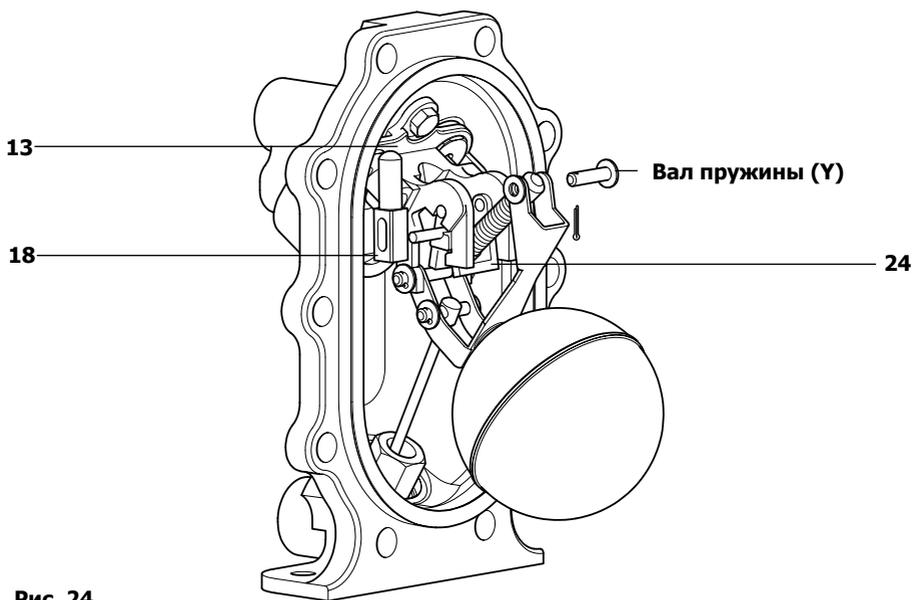

Рис. 24
15. Для снятия клапана выхлопа (дет. 18) снимите шплинты, шайбы и вал (У) (см. рис. 24).
18. Выровняйте канавку в клапане выхлопа (дет. 18) в хвостовике направляющей (дет. 24) (см. рис. 24).